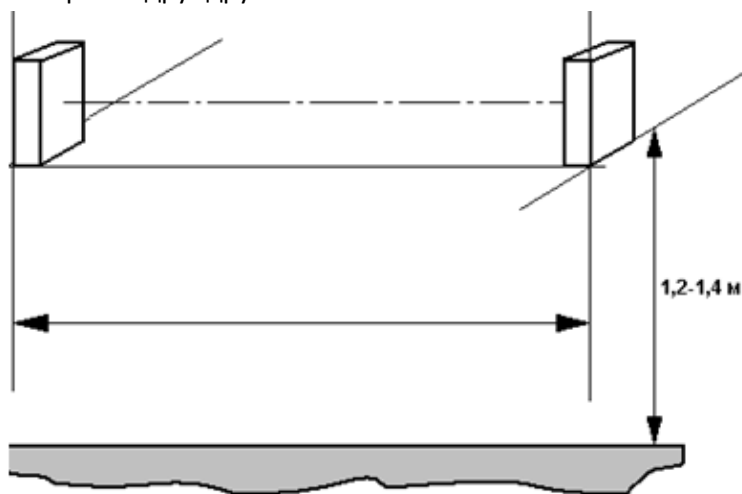

Рис. 1
- Установить ИК-передатчик и ИК-приемник на высоте 1,2-1,4 м от пола (Рис. 1). Устанавливать датчики необходимо так, чтобы они находились в одной горизонтальной плоскости, строго напротив друг друга.
- ИК-передатчик (рис.1) 1 шт,